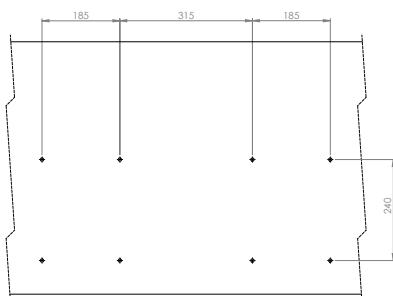

Figura 2 – Marcações de furação
- Com o suporte posicionado, faça marcações nos locais de furação. São quatro furos por peça. Caso o espaçamento entre as peças seja 500mm, as dimensões ficarão conforme Figura 2.